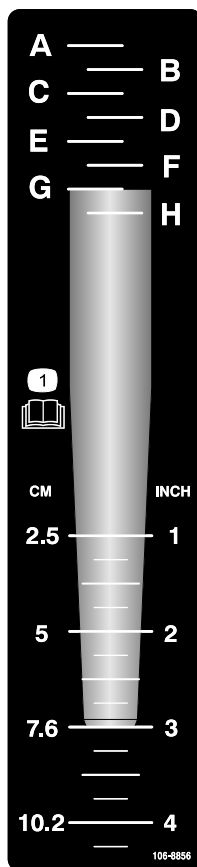

Bild 23
1. Legen Sie die gewünschte Tine auf den Tiefenaufkleber und fluchten gleichzeitig die Tines-Spitze mit der gewünschten Aerifiziertiefe aus, siehe Bild 23.
2. Ermitteln Sie die Buchstabeneinstellung, die mit dem Befestigungsende der Tine ausgefluchtet ist (Bild 23). Stellen Sie das Tiefenbedienelement auf den entsprechenden Buchstaben auf dem Aufkleber ein.